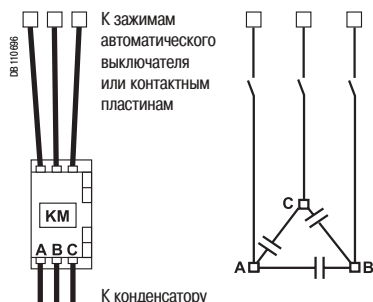

Рис. 25. Отключение питания автоматическим выключателем
- Отключите питание автоматическим выключателем (рис. 25).